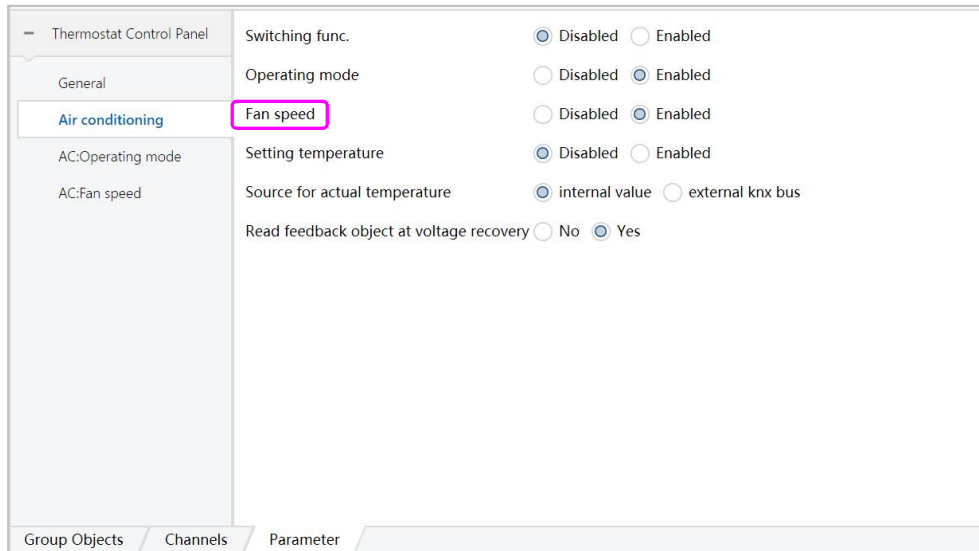

图 6.2.5
3) Fan speed 表示空调风速，选择 “ Enabled” ,出现如图 6.2.5 红色方框内的选项